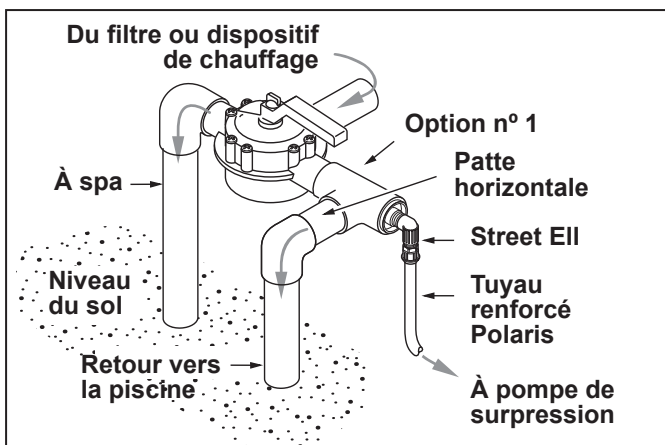

Figure 3. Configuration préférée de la plomberie
1. Utiliser un tuyau en PVC rigide d'un diamètre minimum de 3/4 po, 1-1/2 po est recommandé, pour la ligne de retour dédiée. La tuyauterie en PVC flexible n'est pas recommandée pour la conduite de retour de piscine dédiée sous terre, car elle peut être endommagée par l'expansion et le mouvement causés par la montée en pression de la pompe. Se référer aux figures 3 et 4.